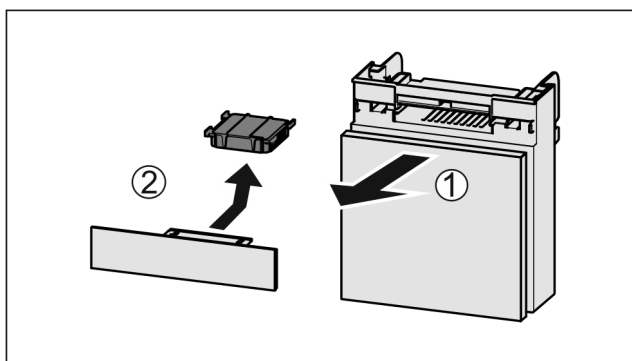

Fig. 98
- ▶ 向前拉出 Fig. 98 (1) 抽屉。
- ▶ 取出 Fig. 98 (2) 活性炭过滤器。